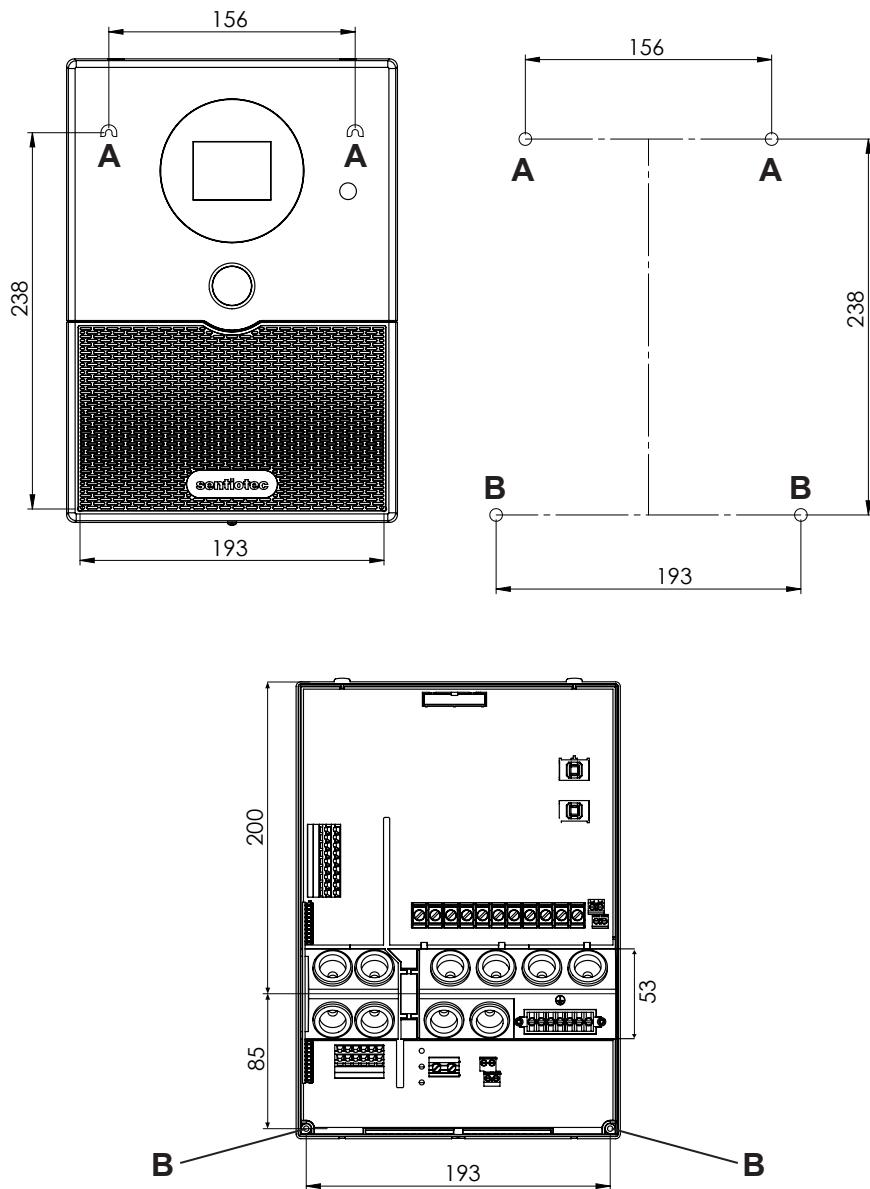

Abb.1 Position der Aufhängevorrichtung und der Montageöffnungen (Maße in mm)
1. Drehen Sie zwei Spanplattenschrauben (3 x 25 mm) in ca. 1,70 m Höhe bis zu einem Abstand von 7 mm in die Saunawand ein. Die beiden Schrauben müssen einen Abstand von 156 mm zueinander haben (siehe Abb.1).
4. Hängen Sie die Saunasteuerung mit Hilfe der Aufhängevorrichtung **A** auf die montierten Kreuzschlitzschrauben (siehe **Abb.1**).
5. Drehen Sie zwei Spanplattenschrauben (3 x 25 mm) in die unteren Befestigungsöffnungen **B** ein (siehe **Abb.1**).